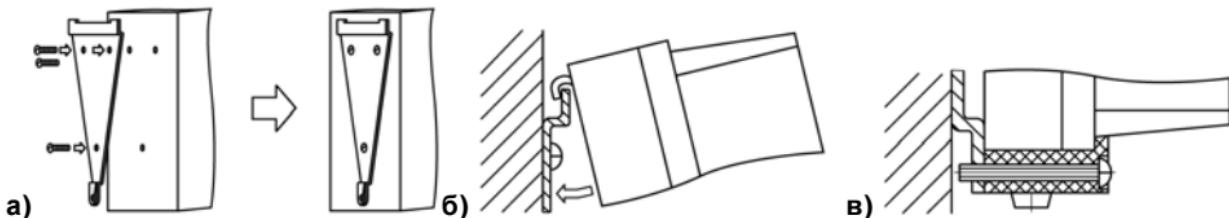

Рисунок 5.1 Монтаж прибора настенного исполнения Н
- 1) Закрепить кронштейн тремя винтами M4×20 на поверхности, предназначеннай для установки прибора (см. Приложение А и рисунок 5.1, а).
- 2) Зацепить крепежный уголок на задней стенке прибора за верхнюю кромку кронштейна (рисунок 5.1, б)
- 3) Прикрепить прибор к кронштейну винтом M4×35 из комплекта поставки (рисунок 5.1, в).